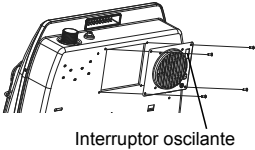

Fig. 11: ventilador en funcionamiento
3. Este ventilador está equipado con las configuraciones “MAN” (manual) y “AUTO” (automática) (consulte la Fig. 11 en la página 45). Coloque el interruptor oscilante en “MAN” para el modo manual, que permite que el ventilador funcione continuamente hasta que el interruptor oscilante regrese a la posición de apagado “O”. Coloque el interruptor oscilante en “AUTO” para el modo automático, que enciende y apaga el ventilador según la temperatura ambiente. Es posible que el ventilador tarde de 5 a 10 minutos en encenderse cuando la unidad esté fría.